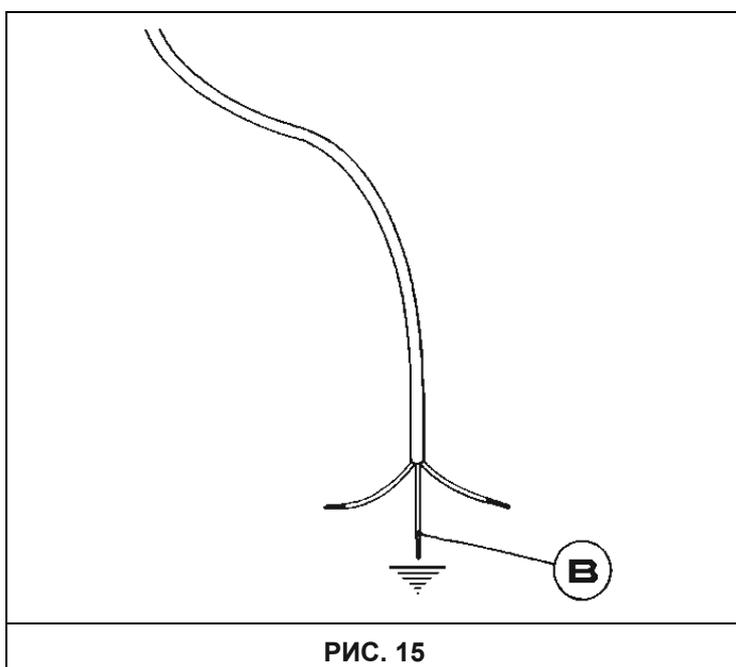

РИС. 15
**ВНИМАНИЕ!!!** При замене кабеля электропитания установщик должен иметь проводник заземления (В) большей длины, чем проводники фазы (см. рис. 15), и, кроме того, он должен соблюдать требования, изложенные в параграфе 8.